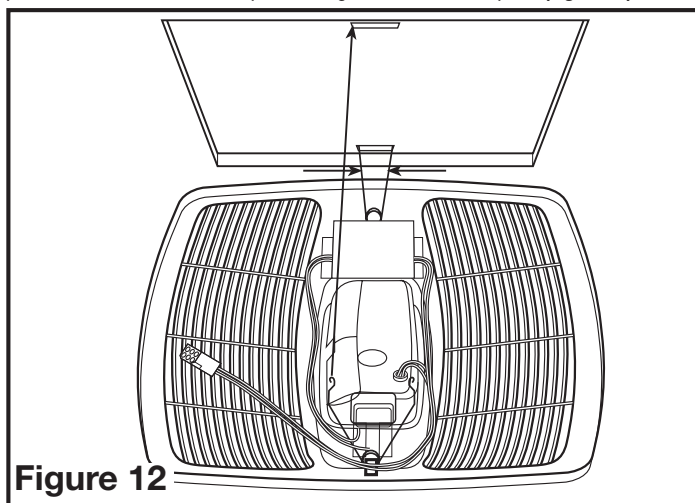

Figure 12
5. Installez la grille en pressant les ressorts ensemble pour les installer dans la fente la plus éloignée du compartiment de câblage sur le boîtier du ventilateur. Attachez le câble à connexion rapide de 4 broches de la grille au connecteur de 4 broches sur le dessus du couvercle du compartiment de câblage. Le câble ne s'insère que d'une façon dans la prise. Installez l'autre ressort et poussez la grille vers le haut en place (Figure 12).